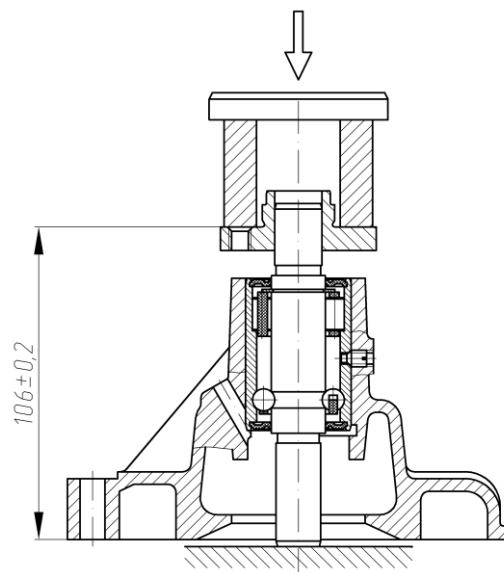

Рис.66. Напрессовка ступицы шкива водяного насоса
- напрессовать на валик подшипника ступицу шкива насоса, выдержав размер (106,0 ±0,2) мм (рис.66);